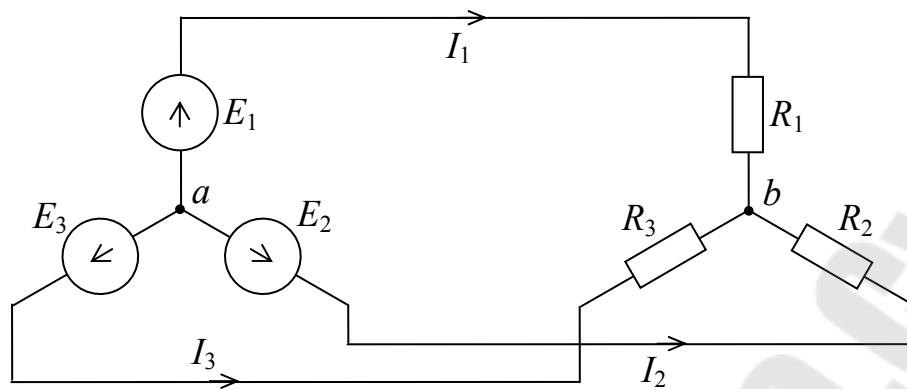
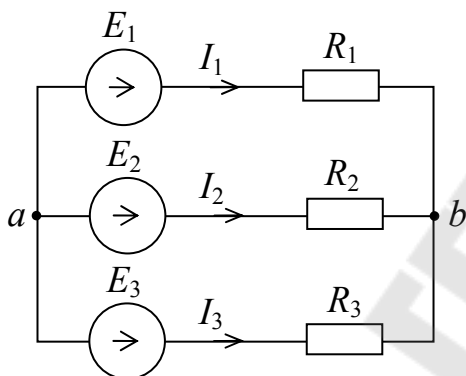

Рис. 3.1
Рис. 3.2
3.3.1. Для цепи рис. 3.1 дано $E_1 = 50\text{В}$; $E_2 = 25\text{В}$; $E_3 = 40\text{В}$; $R_1 = 50\text{Ом}$; $R_2 = 25\text{Ом}$; $R_3 = 40\text{Ом}$. Рассчитать токи в ветвях методом наложения токов.
Схему рис. 3.1 представим в виде рис. 3.2 и укажем направление токов I_1, I_2, I_3 .
Определяем токи в ветвях исходной цепи рис. 3.2 алгебраическим суммированием частичных токов в каждой ветви. Если при этом направление частичного тока совпадает с направлением определяемого тока в исходной цепи, то он берется со знаком "+", а если встречен – то со знаком "-".
3.3.2. Для цепи рис. 3.1 по исходным данным задачи 3.3.1 рассчитать токи в ветвях методом двух узлов.